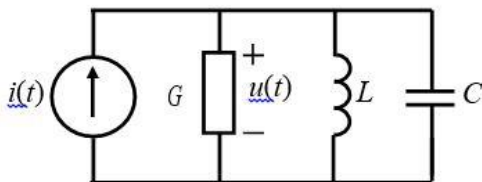

Рис. 5.6. Параллельный RLC – контур
Схема параллельного RLC – контура приведена на рис. 5.6.
Потери в цепи G_0 , объясняются не идеальностью элементов L и C , наличием у них собственной проводимости потерь, т.е. в схеме, представленной на рис. 5.6. $G = G_0$.
4) Используя эквивалентные схемы параллельного контура, представленного на рис.5.6 для $\omega = 0$, $\omega = \infty$ и $\omega = \omega_0$, определите значения АЧХ на этих частотах и проверьте результаты эксперимента?